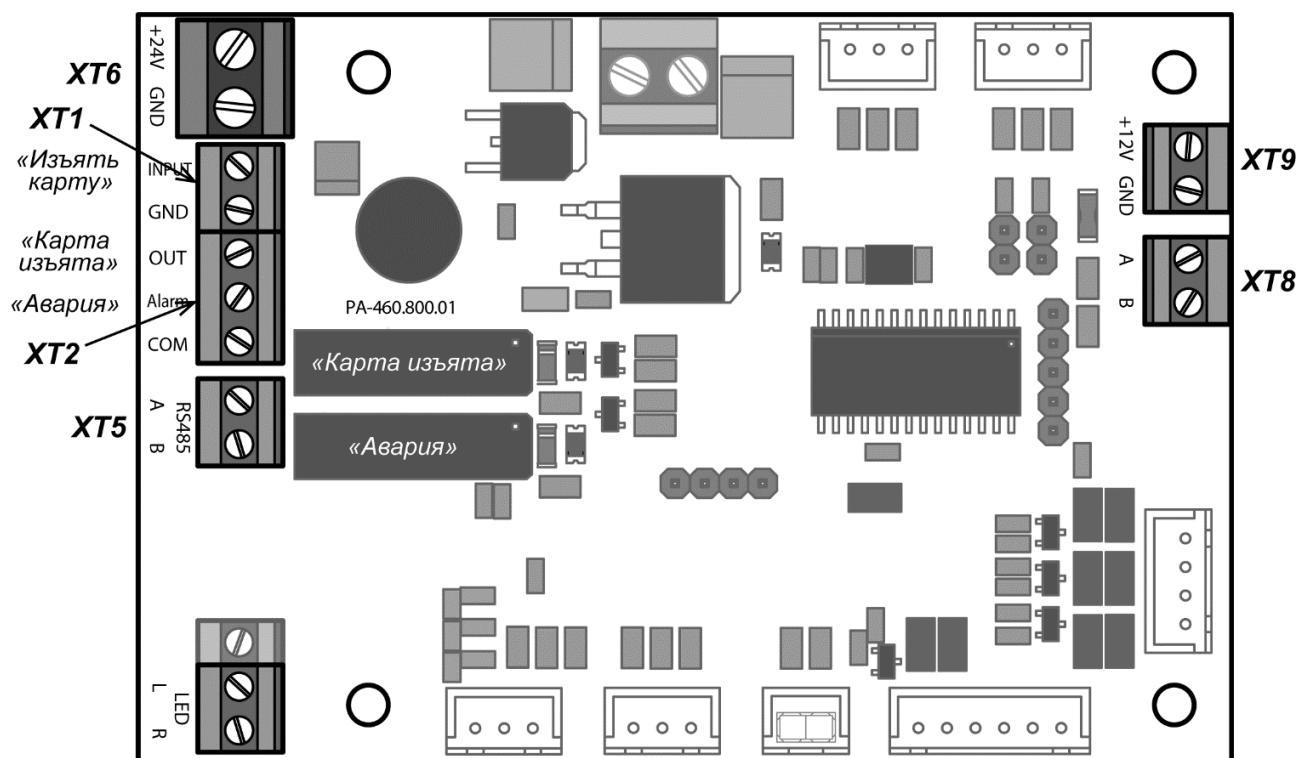

Рисунок 10. Внешний вид платы управления картоприемника
3. Если предъявленная карта является временной картой посетителя и требует изъятия, то контроллер СКУД подает управляющий сигнал на вход платы управления картоприемника «*Изъять карту*» (контакт *INPUT XT1*, см. рис. 10). Подсветка щели для приема карт перейдет в режим мигания с частотой 2 раза в секунду, указывая на то, что карта подлежит изъятию.
5. При падении карты в контейнер второй оптический датчик фиксирует факт изъятия карты. В этом случае картоприемник закрывает шторку, подсветка щели для приема карт вновь становится постоянной. Одновременно с выхода платы управления картоприемника «*Карта изъята*» (контакт *OUT XT2*, рис. 10) подается управляющий сигнал, являющийся для контроллера СКУД подтверждением разрешения прохода. По данному сигналу контроллер СКУД разрешает проход в данном направлении (подает соответствующий сигнал на механизм управления турникетом) и после прохода через турникет снимает сигнал «*Изъять карту*». По снятию сигнала «*Изъять карту*» картоприемник снимает сигнал «*Карта изъята*».
6. Третий оптический датчик картоприемника отслеживает факт заполнения контейнера картоприемника. При его заполнении картоприемник передает в контроллер СКУД сигнал «Авария» (контакт *Alarm XT2*, рис. 10), подсветка приемной щели картоприемника перейдет в режим мигания с частотой 1 раз в 2 секунды, тем самым предупреждая о необходимости освободить контейнер от изъятых карт. Если контейнер не освобождается, то после приема еще 9 карт работа картоприемника блокируется, подсветка приемной щели гаснет. Разблокировка картоприемника происходит автоматически после освобождения контейнера от карт (порядок выемки и установки контейнера приведен в п. 9.5). Также сигнал «Авария» подается в контроллер СКУД при возникновении неисправностей механизма картоприемника.
Внешний вид платы управления картоприемника показан на рис. 10. На плате расположены клеммные колодки: